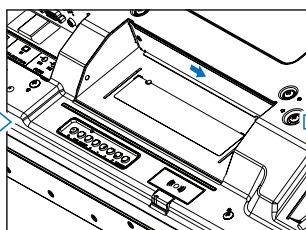
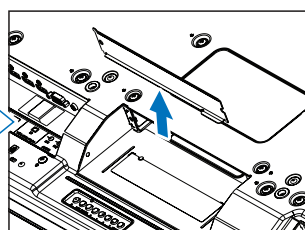

Figura 2
Figura 3
3. Afloje los tornillos para extraer la cubierta acoplada de la ranura (**Figura 1**), deslizándola hacia la derecha (**Figura 2**) y hacia arriba (**Figura 3**).